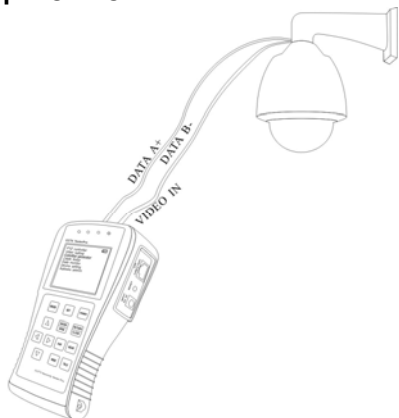

Рис. 3.3
1. Подключите CCTV-тестер к управляемой камере как показано на Рисунке (Рис. 3.3).